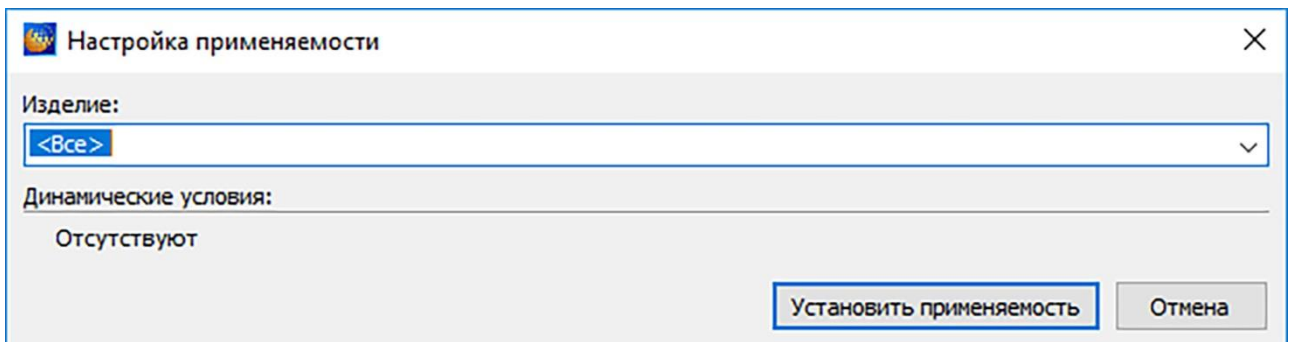

Рисунок 340
– **По применяемости.** По умолчанию выбрана применяемость «Все». Применяемость «Все» означает, что поиск осуществляется для версий модулей данных, действительных для всех изделий и при всех условиях эксплуатации. Для выбора другой применяемости нажмите на кнопку . После этого появится окно **Настройка применяемости** (рисунок 340).